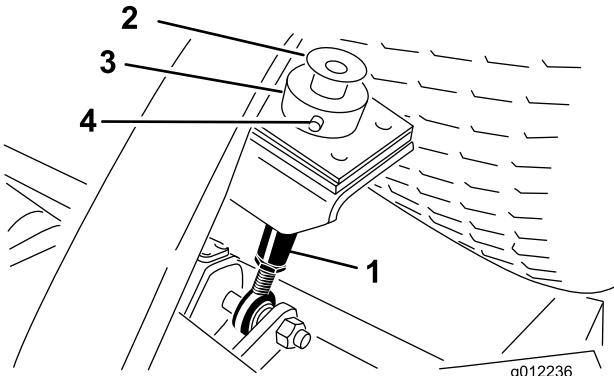

Figura 23
3. Rimuovete la coppia e il perno con testa che fissano il collare dell'asta di taglio alla relativa asta sulla parte posteriore dell'apparato di taglio (Figura 23). Rimuovete il collare dell'asta di taglio.
2. Rimuovete il bullone e la rondella montati sulla sommità di ogni asta dell'asta di taglio (Figura 23).